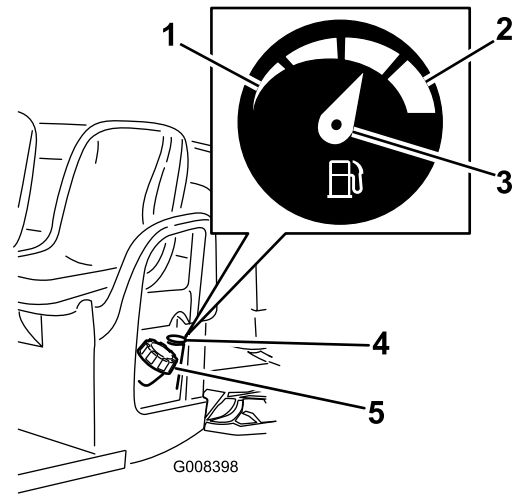

Figura 18
2. Limpe a zona em torno do tampão do depósito de combustível (Figura 18).